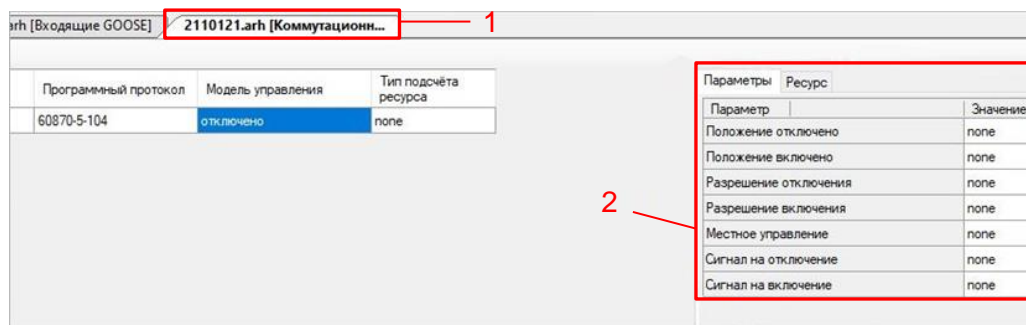

Рисунок 18 – Окно **Коммутационные аппараты**
4.6.3 Открыть вкладку **Коммутационные аппараты** (см. рисунок 18, поз. 1).
Описание параметров коммутационных аппаратов (см. рисунок 18, поз. 2) приведено в таблице 7.